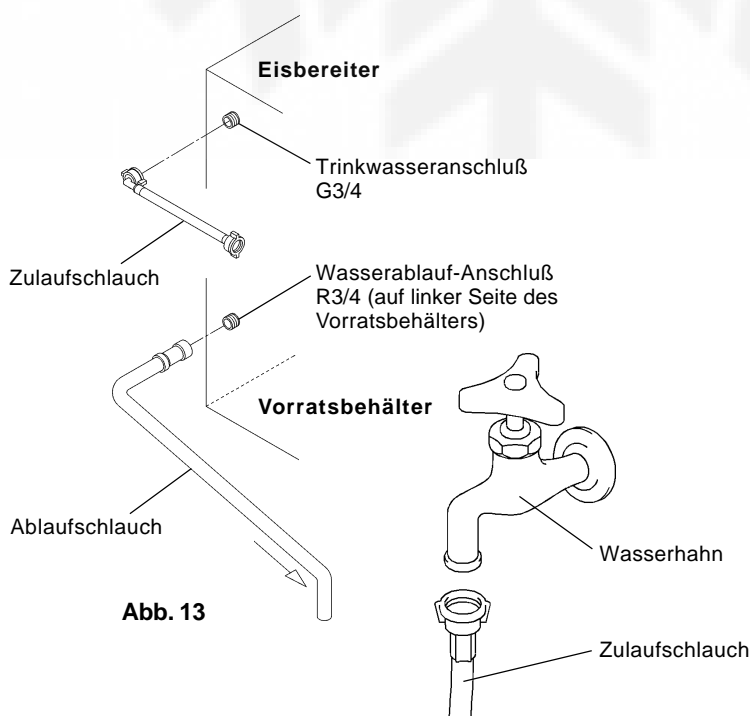

Abb. 13
1) Abgewinkeltes Ende des weißen, flexiblen Zulaufschlauchs (Zubehör) auf den G3/4-Anschluß an der linken Seite des Eisbereiters aufstecken. Dabei darauf achten, daß die Gummidichtung richtig liegt. Per Hand anziehen, bis die Verbindung dicht ist (Abb. 13).